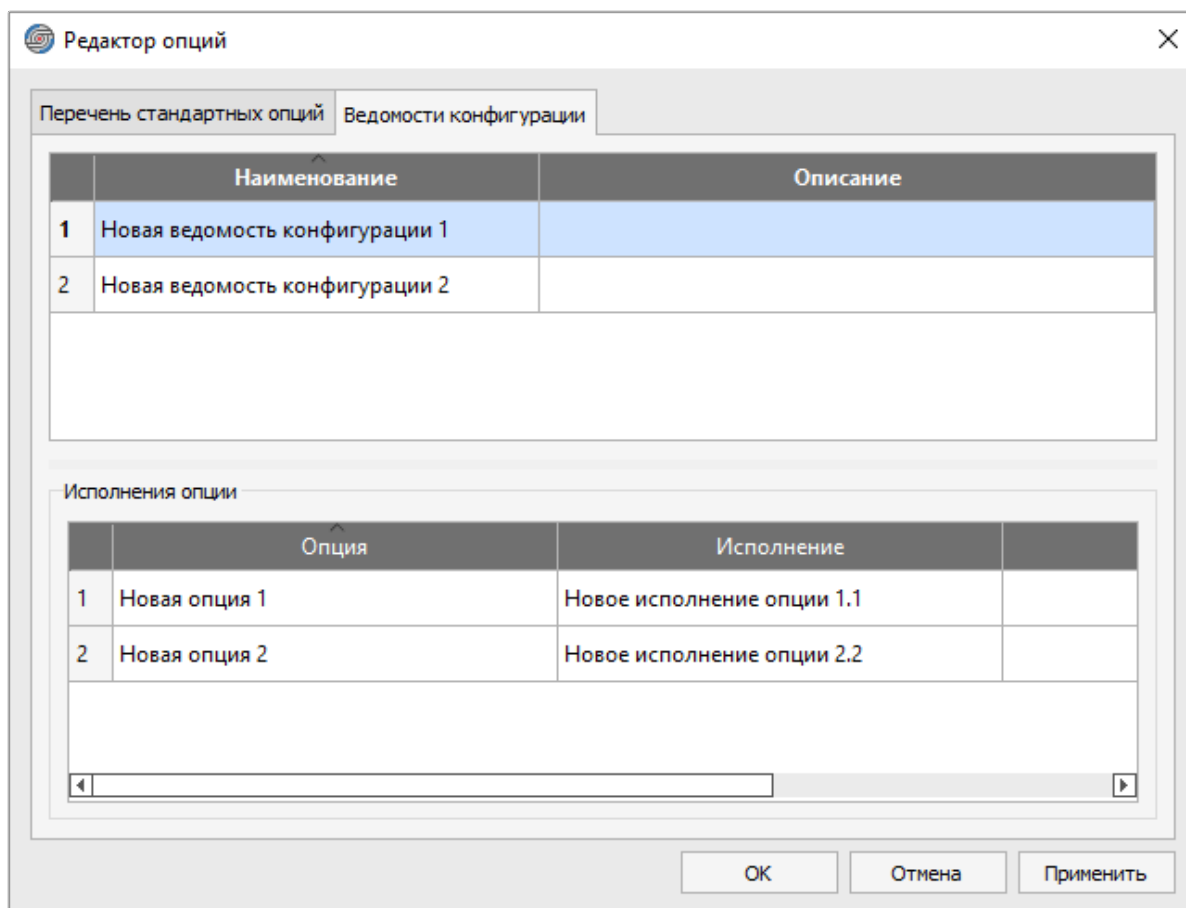

Рисунок 274. Назначение исполнений опций для ведомости конфигурации
- 3) Для выбранной ведомости конфигурации назначить представленные в табличной области «Исполнения опции», созданные на вкладке «Перечень стандартных опций» исполнения опций. Для этого необходимо для каждой опции выбрать из выпадающего списка в поле «Исполнение» соответствующее значение (см. рисунок 274).